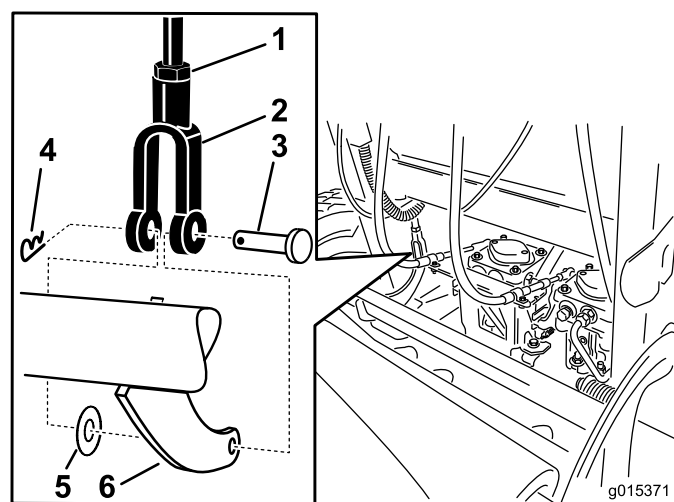

Figure 65
5. Pour régler le frein, retirez la goupille fendue et l'axe de chape du levier de frein inférieur et de la chape (Figure 65).
6. Desserrez l'écrou de blocage (Figure 65).
7. Tournez la chape. Pour serrer le frein, tournez la chape vers le haut. Pour desserrer le frein, tournez la chape vers le bas (Figure 65).
8. Fixez la chape au levier de frein inférieur avec la goupille fendue et l'axe de chape (Figure 65).
9. Resserrez l'écrou de blocage (Figure 65).